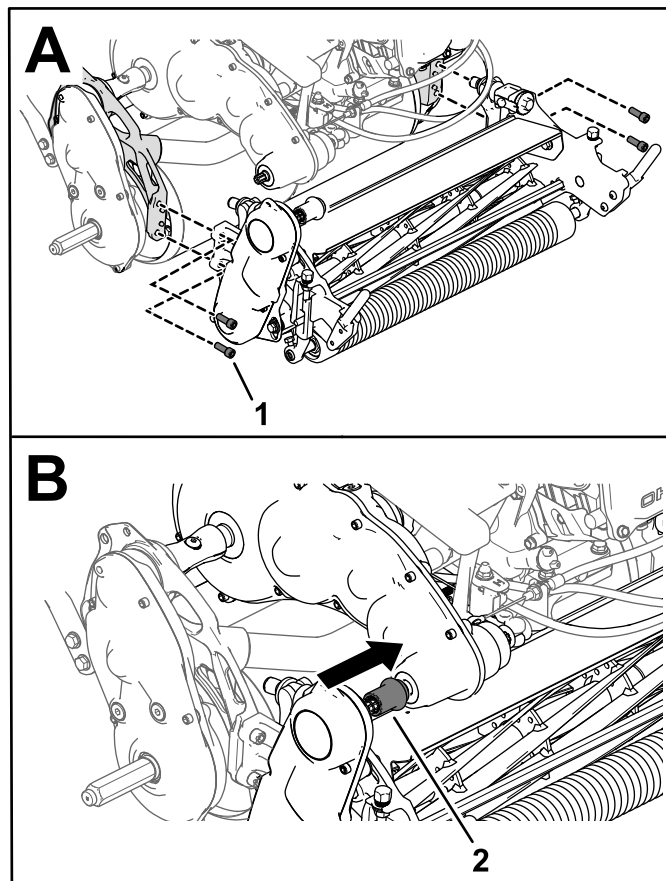

Figura 46
3. Folosii 4 uruburi cu cap imbus pentru a fixa unitatea de tăiere pe cadru (Figura 46).
4. Glisai elementul de cuplaj de acționare pentru unitatea de tăiere pe arborele de transmisie (Figura 46).